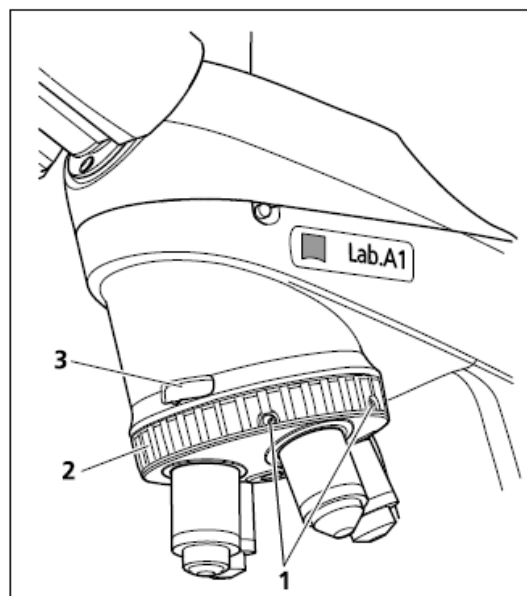

图. 2-24 带补偿接口的透射偏光主机的物镜转盘
- 通过旋转物镜转盘(图 2-24/2)来快速的更换物镜
- 6-20 插片插口(图 2-24/3)可插入补偿片,检偏器或  $1/4\lambda$  片
- 带 4x 物镜转盘的透射偏光主机和透射锥偏光主机,其 3 个可调中物镜可通过两个螺丝(图 2-24/1)来调节
不要将螺丝(图 2-24/1)拧的太紧